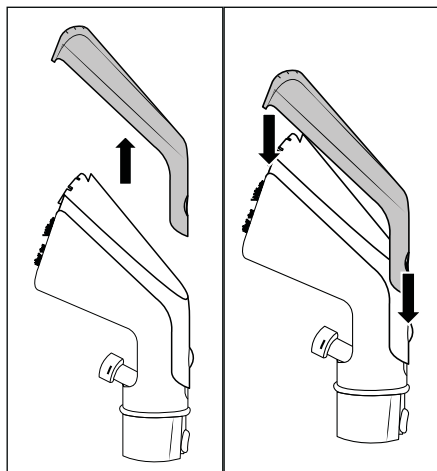

Fig. 9
- ◆ Tryk på låseknappen **24** til afdækningen til rengøringstilbehøret **23** til polstermundstykket **22**, og tag afdækningen til rengøringstilbehøret **23** af (se fig. 9).
- ◆ Sæt afdækningen til rengøringstilbehøret **23** på polstermundstykket **22**, og skub den ned, indtil låseknappen **24** går helt i indgreb i polstermundstykket **22** (se fig. 9).